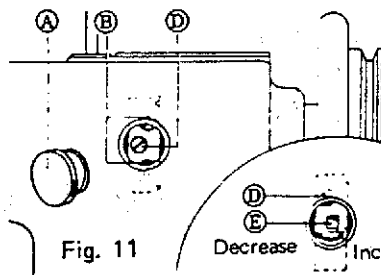

Fig. 11
- (2) Ослабьте два винта (В), вращая маховик вручную (рис. 11).
- (3) Затем поверните маховик примерно на 90° (1/4 оборота) в противоположном направлении и установите длину стежка винтом Е. Для увеличения длины стежка поверните винт против часовой стрелки, для уменьшения – по часовой.
- (4) После установки крепко затяните винт (В).
- (5) Винт (D) ослаблять не рекомендуется.